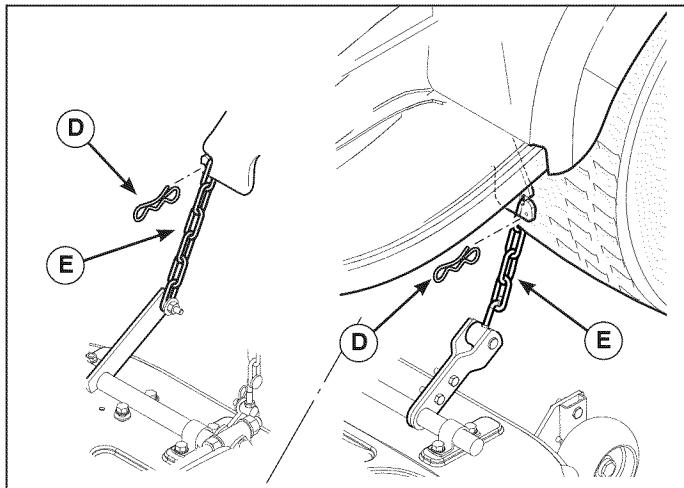

Figura 18
- Retire los pasadores de horquilla (**D**, Figura 18) y desconecte la cadena de la altura de corte (**E**) del enganche del bastidor del tractor.
6. Conecte la cadena de la altura de corte (E, Figura 18) en el enganche del bastidor del tractor con los pasadores de horquilla (D).